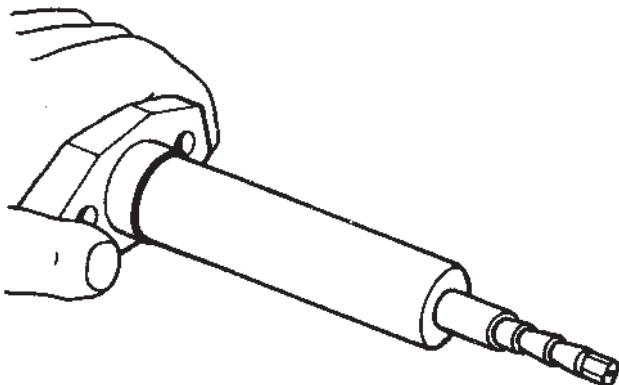

Fig. 110 Outil d'évasement 6008
6. Dévisser l'outil d'évasement de l'outil et placer la nouvelle douille en cuivre sur l'outil (figure 110). Dévisser l'écrou pour l'axe de l'outil.